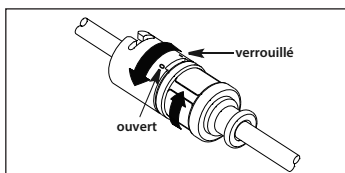

Figure 9
b. Si une gaine anticontamination du cathéter est utilisée avec un adaptateur TwistLock, visser la moitié supérieure de l'embase distale dans le sens des aiguilles d'une montre pour fixer le cathéter en place. Replacer l'extrémité proximale de la gaine du cathéter dans la position souhaitée. Visser les moitiés supérieure et inférieure dans des directions opposées pour la fixer en place. Tester l'adaptateur en tirant doucement sur le cathéter pour obtenir une préhension sûre du cathéter (voir Figure 9).